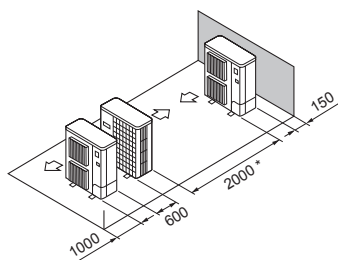

Fig. 2-17
- ⑤ Plassering av enkel parallellhet (Fig. 2-17)